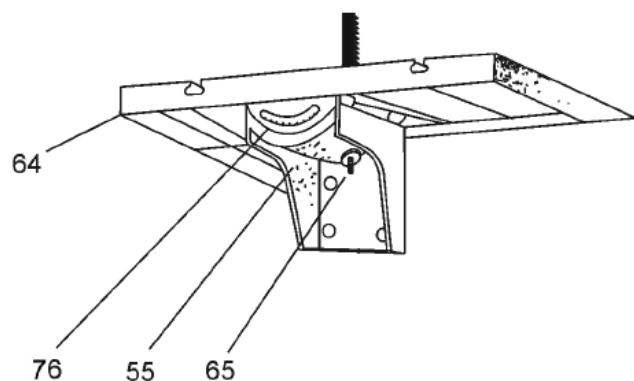

Рис. 1
- 1.5. Установить рабочий стол (поз. 64) вместе с опорой стола (поз. 76) на наклоняемую опору (поз. 55) и закрепить болтом (поз. 65) с гайкой (*Рис. 1*).